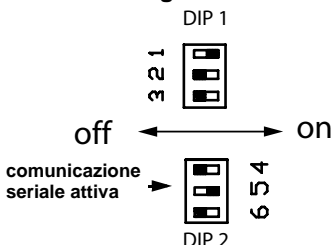

Figura 5.15 Settaggio jumper
- 3 Verificare che la posizione dei jumper sia come in **Figura 5.15**